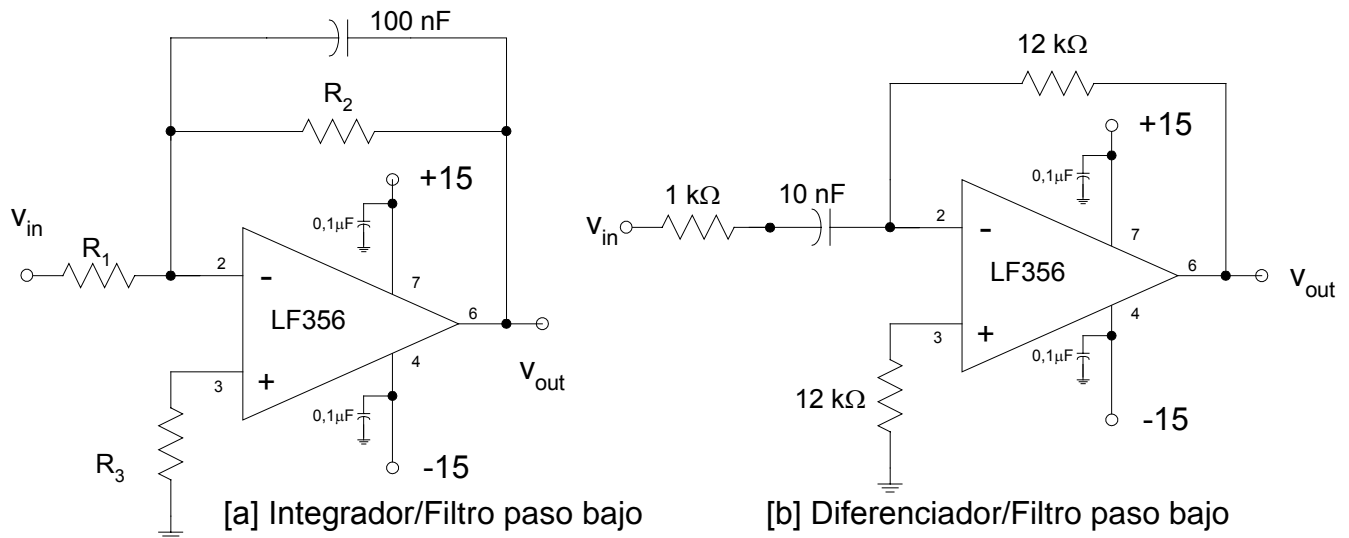

Figura 3. Circuitos para el experimento 4.
1. En la Figura 3[a] se muestra la configuración de un integrador/filtro paso bajo. En el dominio de frecuencia, este circuito corresponde a un filtro paso bajo. Para este experimento, usted desea diseñar este circuito para que sea un integrador a una frecuencia de 4000 Hz. Puesto que el circuito no será un integrador perfecto, querrá asegurarse de que el desplazamiento de fase entre la salida y la entrada será de al menos -85° [un integrador ideal tendría un desplazamiento de fase de -90°]. Diseñe el circuito para que tenga una ganancia de baja frecuencia de un valor de -10 . Muestre los cálculos que realice. Mida la magnitud y el ángulo de fase de la función de transferencia del circuito a 4000 Hz para verificar sus cálculos.
2. En la Figura 3[b] se muestra la configuración del circuito para un diferenciador. En el dominio de frecuencia, este circuito corresponde a un filtro paso alto.